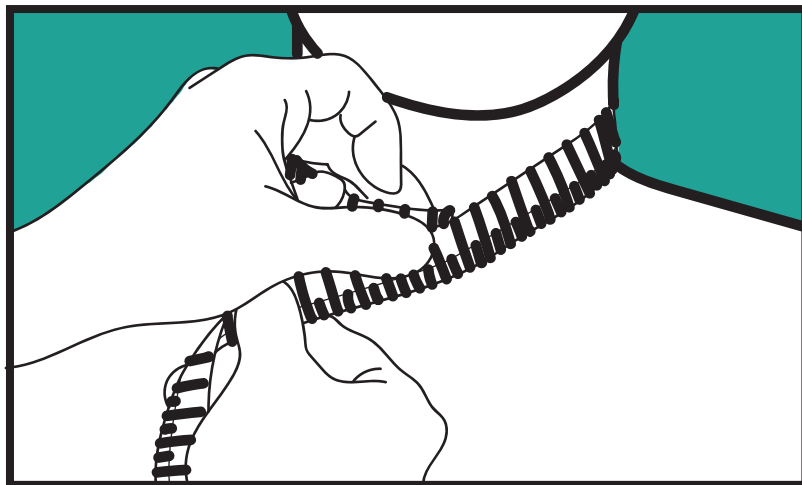

FIGURA 3
- 1- Usando uma fita métrica flexível, circunde-a ao longo do pescoço conforme a figura 3.